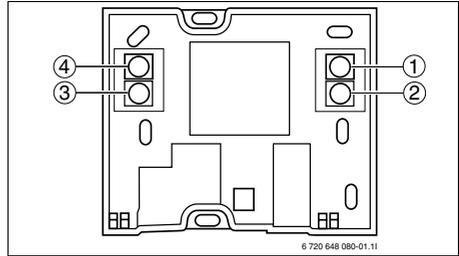
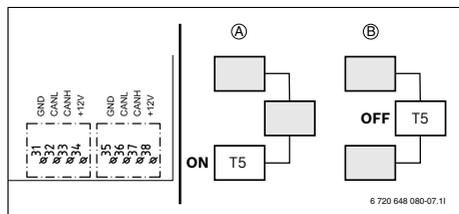

Bild 50 Aansluitingen
Bild 52 Afsluiting CANbus LCD
► Controleer of de vier kabels volgens (Afbeelding 50) zijn aangesloten op contacten.
- Sluit de kamersensor zorgvuldig op de juiste wijze aan zodat +12V, CANH, CANL en GND volgens (Afbeelding 50) worden aangesloten op de corresponderende aansluitingen ([31-34] of [35-38]) op de printplaat (Afbeelding 52). Zie het bedradingsschema. Externe aansluitingen in het installatiehandboek van de verwarmingspomp. Zie het installatiehandboek van de verwarmingspomp voor een beschrijving van kamersensor CANbus LCD.